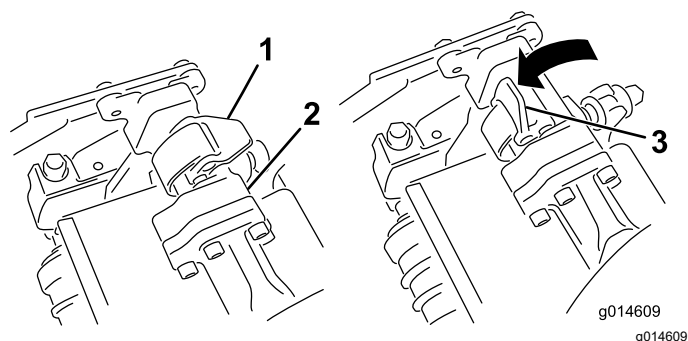

Figure 48
4. Fermez les verrous autour de la barre de l'unité de coupe et bloquez-les en place (Figure 48).
4. Ouvrez les verrous sur la barre du bras de suspension appartenant à l'unité de coupe que vous voulez déposer (**Figure 48**).